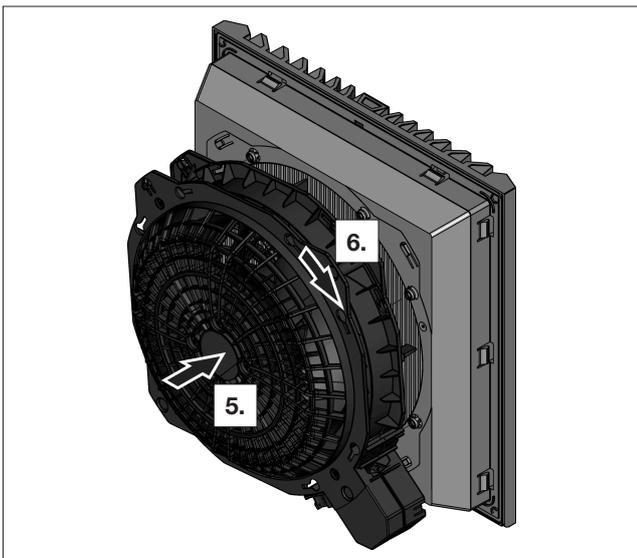

Fig. 12: Blocco del fermo a baionetta
- Reinscrivere l'alloggiamento del ventilatore nella cassetta del filtro (vedere fig. 12).